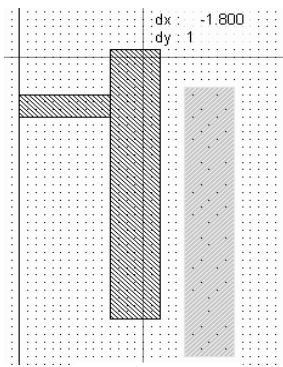

Рис. 5.13
- Установите курсор на второй проводник, нажмите левую кнопку мышки и, не отпуская кнопки, переместите второй проводник так, чтобы появившиеся относительные координаты смещения были равны **dx:-1.8** и **dy:1**. Оба проводника должны соединиться, как показано на рис. 5.13.